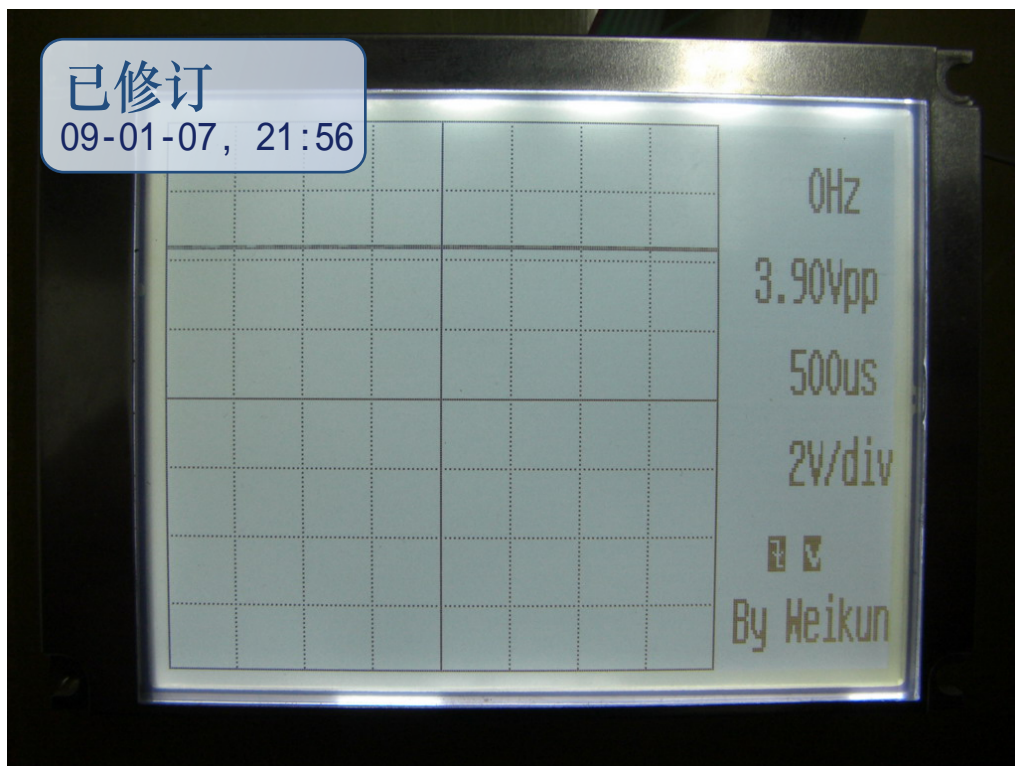
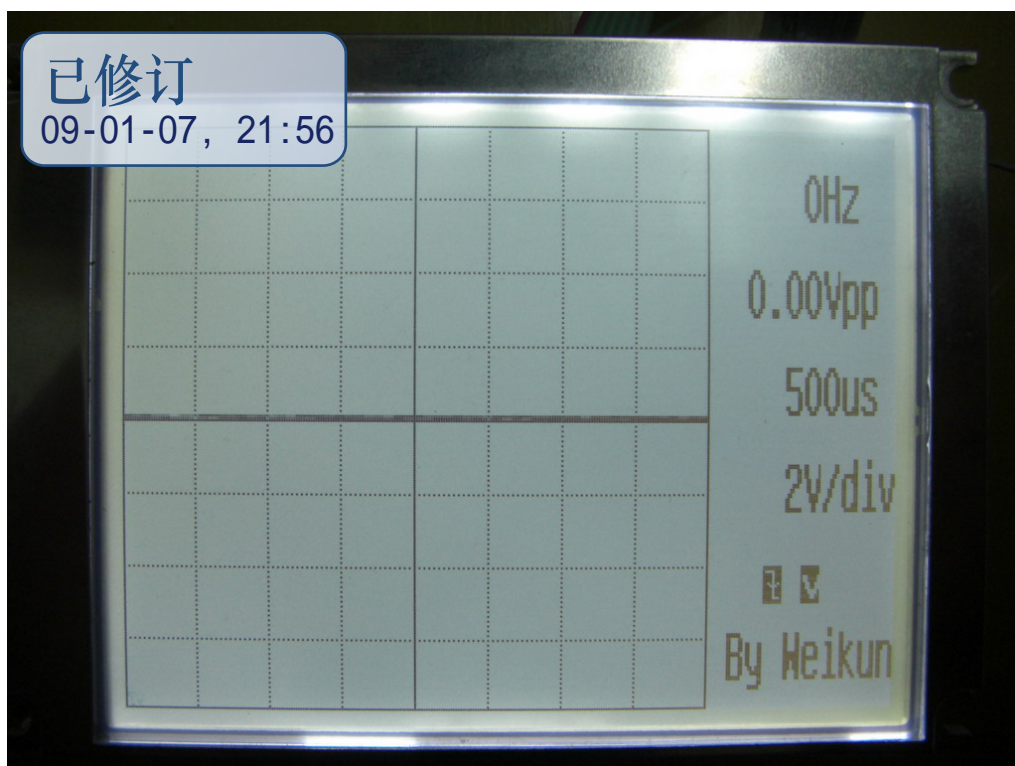

图19: 基线偏离
图20: 基线正常
3. 将以上调整好后, 本示波器就能正常显示了, 这一步要做的就是让它正确显示, 进入示波器界面后屏幕的右边应该能看见水平扫速、电压灵敏度等各种参数, 显示可能不正常但应该有显示, 否则说明两片单片机之间的通信不正常, 要检查三根SPI通信线是否连接正确, 如果有参数显示继续往下走。下来是调整示波器的基线, 未调整的基线一般不会在水平中线位置, 将程控放大电路的输入端对地短路, 这时会在LCD屏上看到一条横线(如图19所示), 如果横线在最上边或最下边说明基线电压偏离太远, 这时调节程控放大器电路板上的Rw1, 使其回到水平中线位置(如图20所示), 此时测量程控放大器的输出端对地的直流电压应改为2.5V, 因为AD转换器的输入电压范围为1.5V至3.5V, 输入幅度为2Vpp, 所以基线电压应该为AD转换器的输入中点电压。在调节好基线电压后, 按4个功能键看各参数的变化是否正常, 否则检查各控制线是否连接正常, 我曾将控制时钟的4根线高低位接反导致屏幕上显示的最高水平扫速而实际是最低水平扫速, 程控放大器也一样, 接错会导致垂直电压灵敏度混乱, 由于各电路板之间的连线比较多, 所以在连接各块电路板时一定要细心谨防接错。